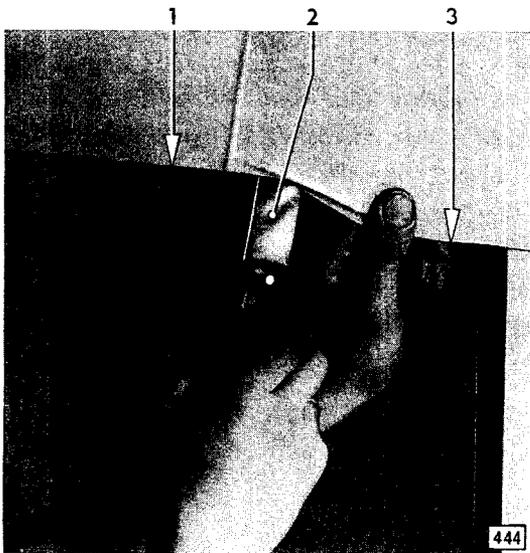

Bild 193 - Himmel aus Zackenschiene aushängen und nach unten herausziehen
10. Bei linker oder rechter Vordersäule beginnend erneut Köderstemmer zwischen Dachrahmen und Zackenschiene ansetzen und durch leichten Druck nach oben Himmel aus den Zacken der Zackenschiene aushängen. So fortlaufend von vorn nach hinten verfahren und Stück für Stück des aus den Zacken ausgehängten Himmels **vorsichtig** nach unten herausziehen (Bild 193 und 194). An Stellen, an denen das Aushängen des Himmels aus den Zacken mit dem Köderstemmer Schwierigkeiten bereitet, ist mit einem kleinen Schraubenzieher leicht nachzuhelfen.